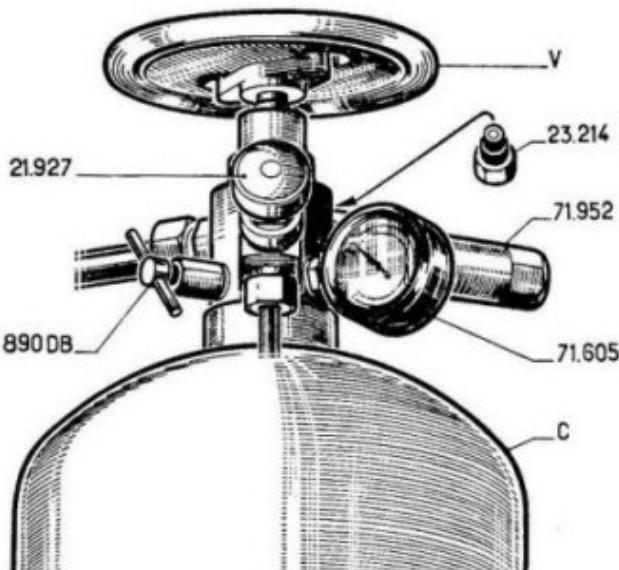

Figure 4. — Bouteille d'air de lancement.
- d) purger les bouteilles d'air de lancement en ouvrant les robinets 890 DB (voir figure 4) ;
Bouteille d'air de lancement (voir figure 4)